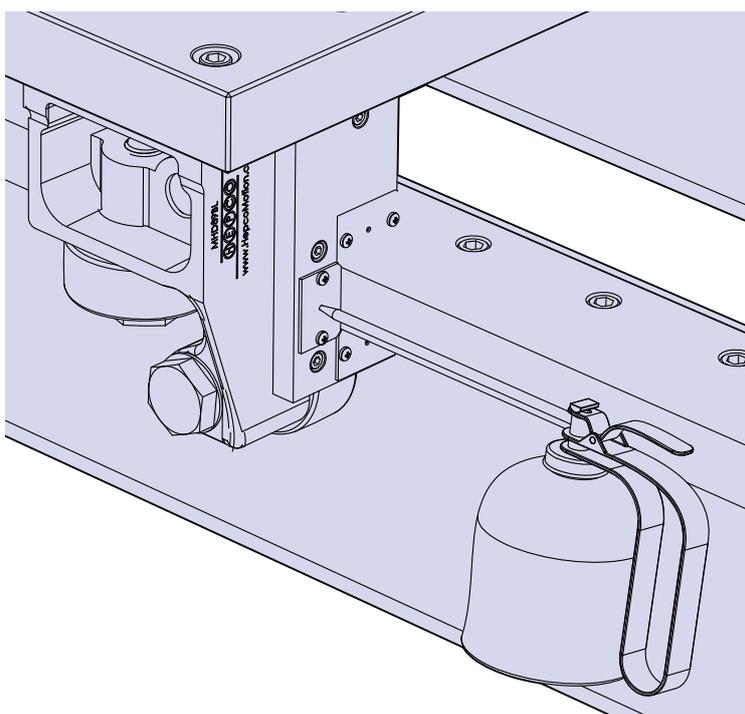

Figure 9
28. Chargez de lubrifiant l'intérieur de chaque graisseur par l'orifice de graissage (repère 17) de chaque racleur, comme indiqué par la figure 9. Utilisez une huile convenant aux rails de guidage, de viscosité 68cS.